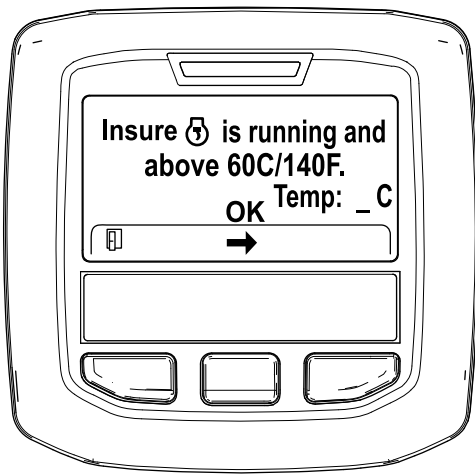

Figura 33
- Se a temperatura do líquido de refrigeração for inferior a 60°C, surge a mensagem "Insure is running and above 60°C/140°F" (Confirme que está a trabalhar e acima de 60°C/140°F) (Figura 33).